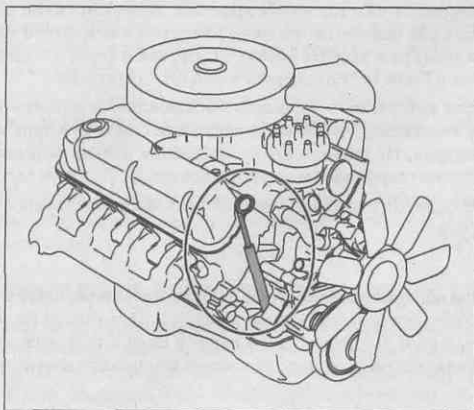

Рис. 3.9. Масляный щуп находится сбоку двигателя
1. Когда двигатель холодный (или не работал не меньше десяти минут), вытяните масляный щуп (который имеет кольцо на конце и торчит сбоку двигателя, как показано на рис. 3.9) и вытрите его чистой тряпкой без ворса.